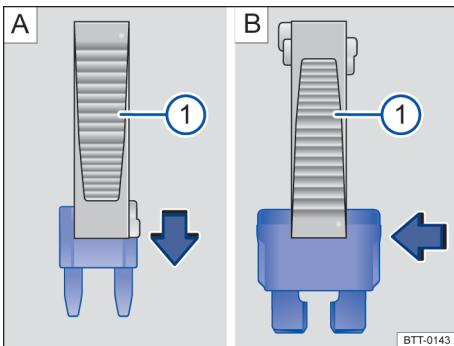

Fig. 122 Remover ou instalar um fusível com a garra da pinça de plástico ①.
- Se necessário, retirar a pinça de plástico → Fig. 122 ① da cobertura da caixa de fusíveis.
- Em caso de fusíveis pequenos, encaixar a garra ① por cima → Fig. 122 A.
- Em caso de *fusíveis maiores*, empurrar a garra  lateralmente sobre o fusível → Fig. 122 B.